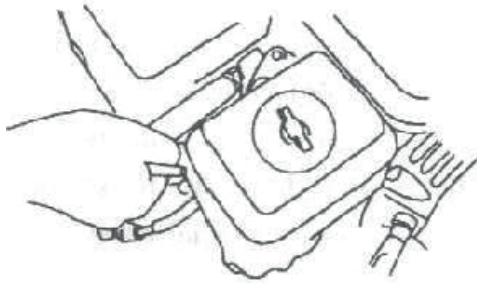

Fig. 22
2) Desenroscar la bujía y controlar si hay signos de desgaste alrededor o lesiones en la guarnición; en este caso cambiarla por una nueva. Antes de volver a montar una bujía, limpiarla con un cepillo metálico. (Fig. 22)